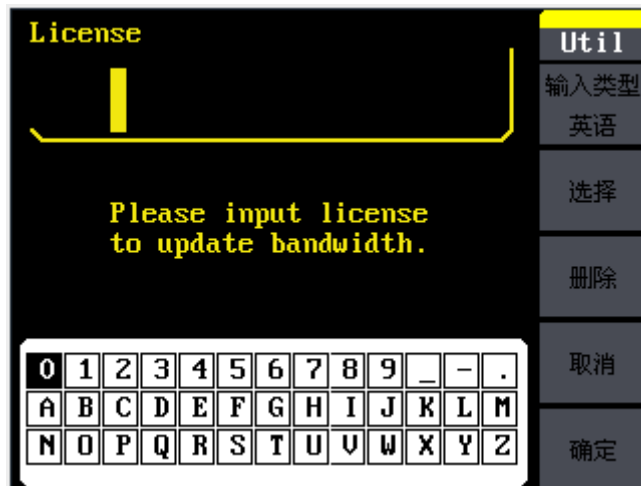

图 2- 43 带宽升级界面
选择“屏幕测试”进入屏幕测试界面。此时屏幕上显示“Press ‘7’ Key to continue, Press ‘8’ Key to exit”的提示信息。即提示按“7”键开始进行测试。观察屏幕是否有严重色偏或其它显示错误。如图 2-所示:
- 屏幕底端显示“Prss ‘8’ Key Three Times to exit”的提示信息表示按数字按键“8”3次退出测试。如图 2-所示:
选择“点亮测试”进入点亮测试界面，此界面上图形区域代表面板上对应位置的按键。此时屏幕上有“Press ‘7’ Key to continue, Press ‘8’ Key to exit”的提示信息。连续按“7”按钮，当按钮点亮时，屏幕上对应的区域就会显示为绿色。如图 2-所示：
选择 Utility → 1/2 (下一页) → 校准/检测 → 自校准, 菜单界面与校准界面如图 2-、图 2-所示。
选择 Utility →1/2(下一页) →版本信息。版本信息操作菜单和显示界面如图 2-35 版本信息菜单界面图 2-、图 2-
- ①. 把待升级的.ADS 文件包拷贝到 U 盘；
- ②. U 盘插入设备的前面板的 USB Host 接口；
- ③. Utility →1/2（下一页）→固件升级；
- ④. 浏览器选择“目录”，文件类型“数据”，按方向键↓，选择 USB Device (A) 如图 2-所示；
- ⑤. 浏览器选择“文件”，在右侧的数据文件中，按方向键↓，移动光标，选择目标文件“.ADS”，然后按键“读取”，如图 2-所示；
- ⑥. 升级完成后，重启设备；
- ⑦. 图 2-如图 2-42 所示，检查升级后的软硬件版本号是否与目标版本一致，否则，升级不成功，需按如上步骤再次升级一次，检查完毕后，按任意按键退出系统信息界面。
SDG1000 系列提供功能强大的帮助系统，在使用过程中可根据需要随时调出帮助信息。按下 Help 按键可进入操作菜单，如图 2-所示：
如图 2-所示的帮助信息显示菜单，有 11 个选项，可通过上下键来选择您要查看的帮助信息。